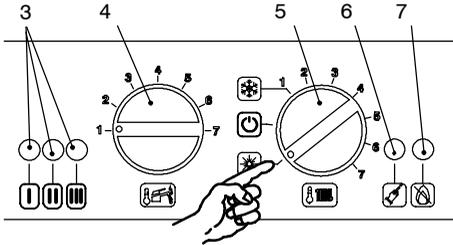
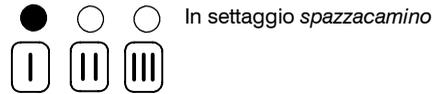

fig. 9.9
fig. 9.10
- 1 Alimentate elettricamente la caldaia azionando l'interruttore bipolare previsto nella installazione; la lampada di segnalazione 3 in fig. 9.9 lampeggia ogni 4 secondi.
- 2 Posizionare il selettore 5 come indicato in fig. 9.9; la lampada di segnalazione 3 lampeggia ad intermittenza circa ogni 2 secondi.
- 5 Tenere premuto il pulsante di ripristino 6 in fig. 9.9 per circa 10 secondi, la lampada di blocco 7 in fig. 9.9 inizierà a lampeggiare.
- 6 Per settare la funzione *spazzacamino* le spie di segnalazione 3 in fig. 9.9 devono essere visualizzate come in fig. 9.10 (leggenda spie fig. 9.7)
- 7 Ripremere il pulsante di ripristino 6 in fig. 9.9 per circa 5 secondi, la lampada di blocco 7 in fig. 9.9 si spegne, mentre le spie di segnalazione 3 in fig. 9.9 lampeggiano in maniera richiesta potenza riscaldamento fig. 9.11